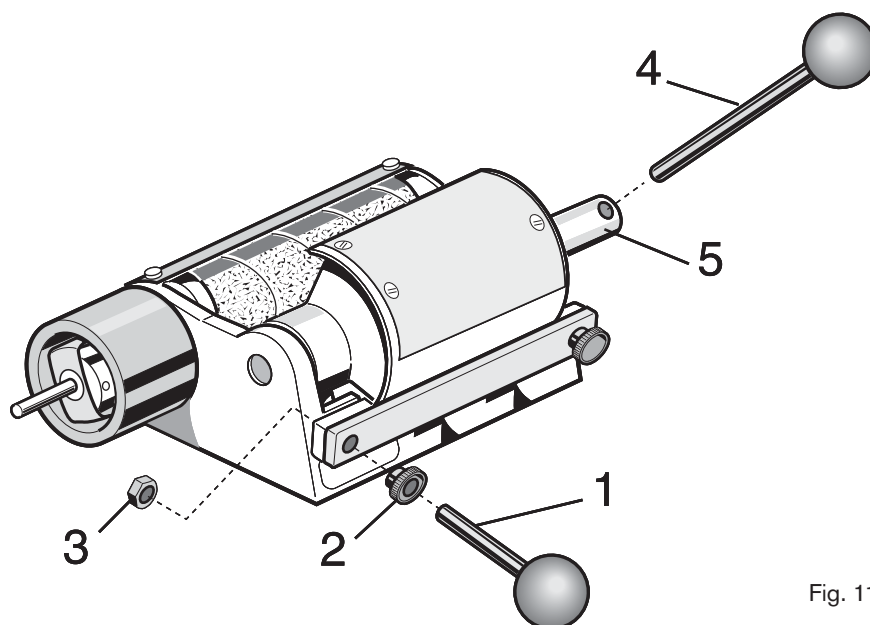

Fig. 11
■ Primo montaggio / Messa in funzione (Fig. 11)
■ Primer montaje / Puesta en servicio (Fig. 11)
■ Primeira montagem / Colocação em funcionamento (Fig. 11)